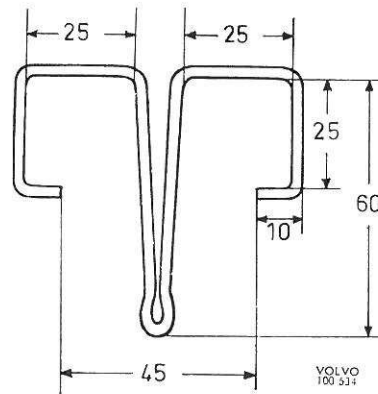
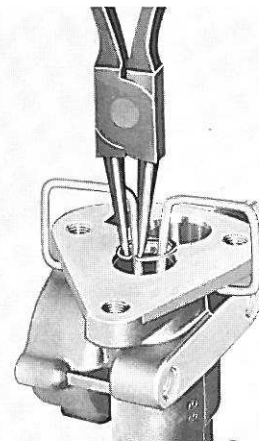
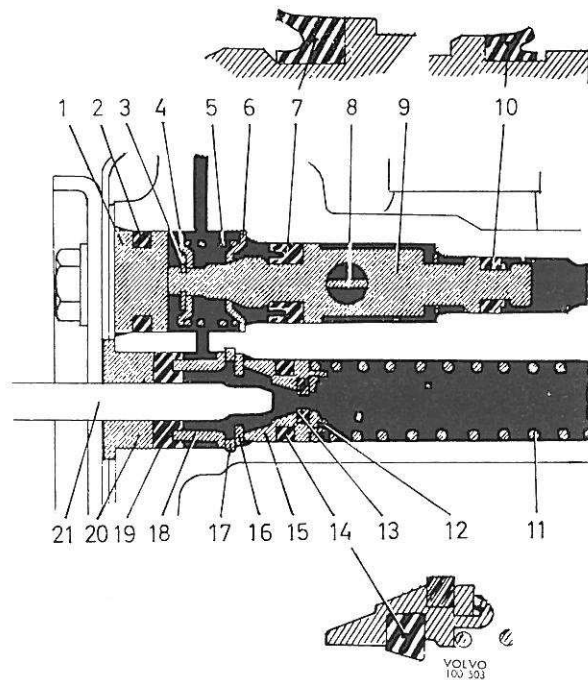

Figure 91. Pince
Figure 92. Enlèvement du jonc de verrouillage
Figure 94. Détails du système hydraulique
3. Déposer le couvercle (7) du carter de soupape (6). Enlever les vis (10) et déposer l'étrier (11) et le ressort (4). Presser légèrement sur le bouchon du cylindre de commande et sortir le doigt de commande, voir 89.
4. Enlever le joint et frapper le carter de soupape contre un objet en bois afin de faire tomber le bouchon (1 figure 94). Déposer le piston de commande (9) et le désassembler.
5. Démontez la douille guide (20), le joint (19) et la douille d'écartement (18). Comprimer le ressort de rappel du cylindre hydraulique en se servant de la pince indiquée sur la figure 91 et en l'adaptant comme le montre la figure 92. Enlever ensuite le jonc de verrouillage (17) en se servant d'une pince à circlips. Déposer la pince et démonter les autres pièces.
1. Prendre en nouveau piston (15, figure 94) sur lequel on a monté au préalable le joint intérieur (13). Monter la garniture de piston (14) et l'orienter comme le montre la figure. Emmancher le ressort (11) sur le piston. Tremper le piston dans du liquide de frein et introduire le ressort dans le cylindre, voir figure 95. Poser la rondelle (16) et pousser avec précaution le piston vers l'intérieur à l'aide de la pince. Remettre le jonc de verrouillage en se référant à la figure 92. S'assurer qu'il s'engage bien dans sa rainure. Poser le joint (19) sur la douille d'écartement (18) et monter cette dernière. Reposer la douille guide (20) en place.
2. Brancher le raccord d'aspiration hydraulique de la servocommande au raccord (9) et son raccord de refoulement hydraulique au cylindre de commande (16). Fermer le robinet de fermeture (3) et ouvrir le robinet d'aspiration (13). Vérifier sur le tube indicateur de niveau (6) qu'il y a suffisamment de liquide de frein pour la purge. Actionner la pompe jusqu'à ce que le liquide de frein commence à s'échapper hors du cylindre de commande.
3. Brancher le conduit du raccord (10) au cylindre de commande et le conduit de dépression du raccord (7) à la prise de dépression, voir figure 92. Ouvrir le robinet (11) jusqu'à ce que l'indicateur (1) indique 0,75 kg/cm². S'assurer que le robinet de fermeture (3) est fermé et que les robinets (13 et 14) sont ouverts. Faire monter la pression d'aspiration hydraulique jusqu'à ce que le manomètre (4) indique 35 kg/cm². Le manomètre de refoulement hydraulique (5) doit indiquer alors 67 kg/cm² au minimum. Ouvrir ensuite le robinet de fermeture (3), les manomètres (4 et 5) doivent alors revenir immédiatement à 0. Répéter l'essai quelques fois de suite.
4. Déposer le filtre à air de la servocommande de frein et boucher la prise d'air. Régler la dépression à 0,75 kg/cm² (indicateur 1). Fermer le robinet (3) et ouvrir les robinets (13 et 14). Faire monter la pression d'aspiration hydraulique un peu au-dessus de 3,5 kg/cm². Les pressions d'aspiration et de refoulement hydraulique doivent alors avoir la même valeur (manomètres 4 et 5). Après l'essai, ouvrir le robinet de fermeture (3), enlever le bouchon de la prise d'air et reposer le filtre à air.